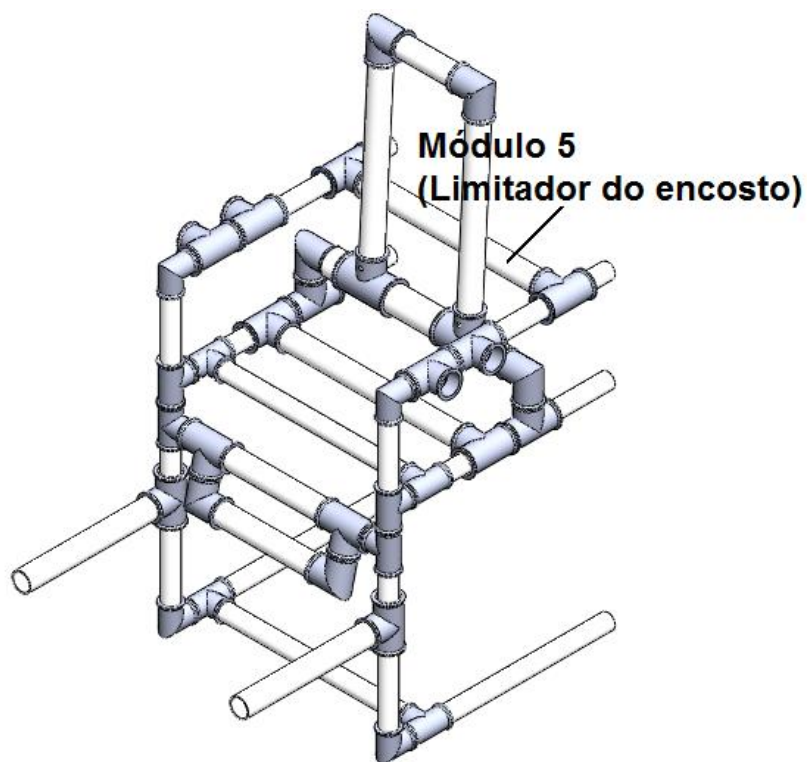

Figura 49. Montagem Final – Passo 22
- Passo 22: Coloque o módulo 5 (Limitador do encosto) nos canos 454X32 mm do conjunto montado no passo 14, como mostrado na figura 49 (1 unidade);